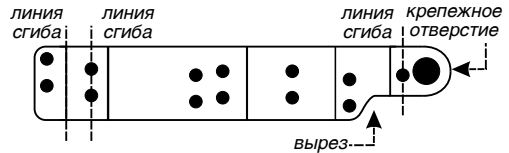

Рис. 4.28
4. Дисплей устанавливается на кронштейнах. Кронштейн, внешний вид которого приведен на рис. 4.28, представляет собой металлическую пластину.
5. Согните пластины по линиям сгиба, рис. 4.28, как показано на рисунке 4.29. Учитывайте, что кронштейны будут устанавливаться один с правой, другой с левой стороны, сгибайте их в противоположные стороны (зеркально).